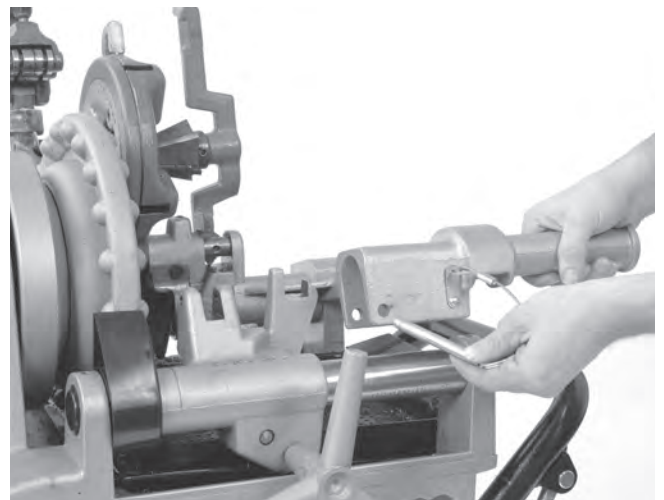

Figure 5 – Installation de la bride de l'adaptateur
- Engagez la bride de l'adaptateur sur l'extrémité des rails de la 300 Compact comme indiqué à la Figure 5, puis engagez sa broche de retenue.